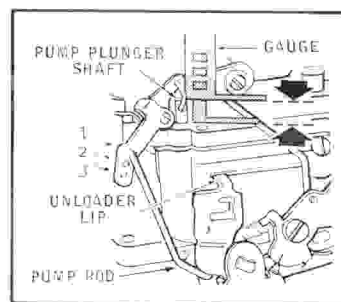

FIGURE 3
#### C. Pump: (Fig. 3)
**H. Unloader: (Fig. 3)**